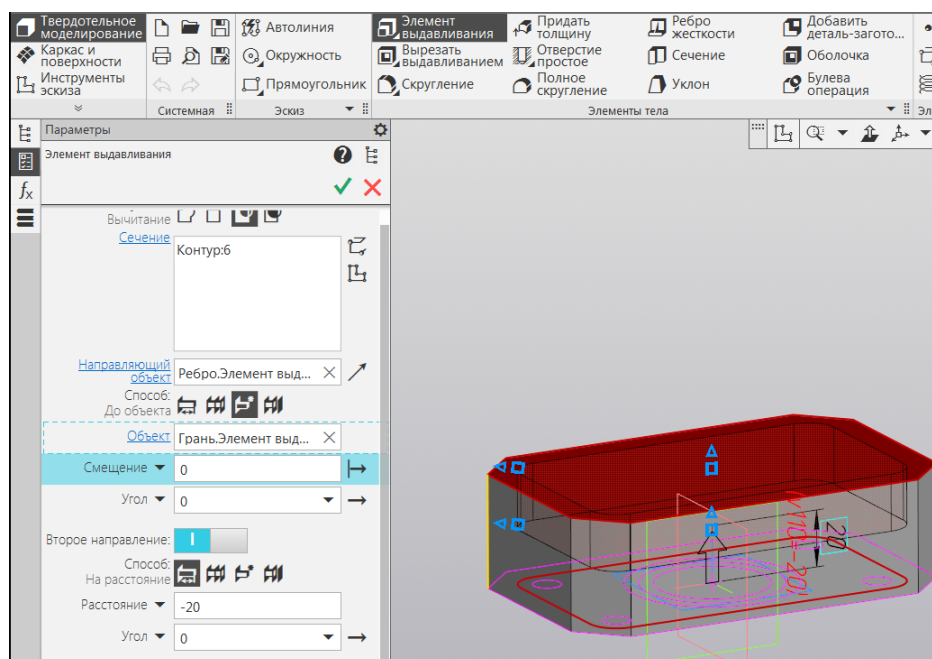

Рисунок 23 – Построение полости
14. Выполняется построение полости глубиной 20 мм по аналогичному подходу, представленному в п.13. Вызывается опция Вырезать выдавливанием. Выбирается контур малого прямоугольника. Указывается способ смещения – До объекта, выделяется курсором верхняя грань. Включите второе направление и укажите Расстояние (-20 мм), определяющее величину отступа от плоскости эскиза (рисунок 23).